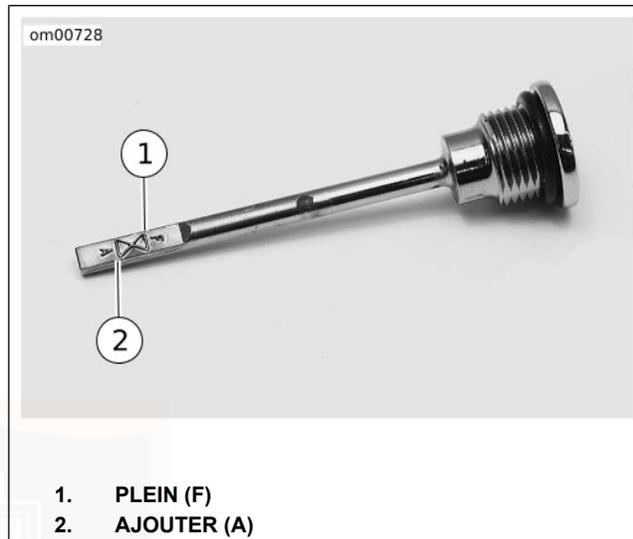

Figure 52. Niveau du lubrifiant du bouchon de remplissage/jauge de la transmission
3. Voir Figure 52. Remettre la jauge en place dans le trou de remplissage mais ne pas visser (le bouchon de remplissage/jauge doit être posé au-dessus du trou fileté). Retirer le bouchon de remplissage/jauge et observer le niveau de lubrifiant. Le niveau devrait se trouver entre les repères plein et bas de la jauge.